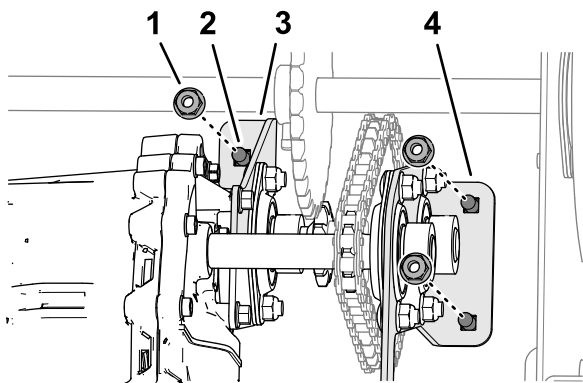

**Рисунок 62**
2. Убедитесь, что 4 каретных болта (3/8 x 2 3/4 дюйма) установлены в 2 крепления моста (Рисунок 62).